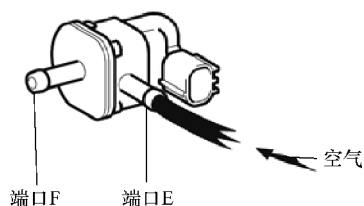

图 20-8 净化阀未通电时
① 净化阀未通电时，检查并确认空气不能从端口 E 流到端口 F，如图 20-8 所示。